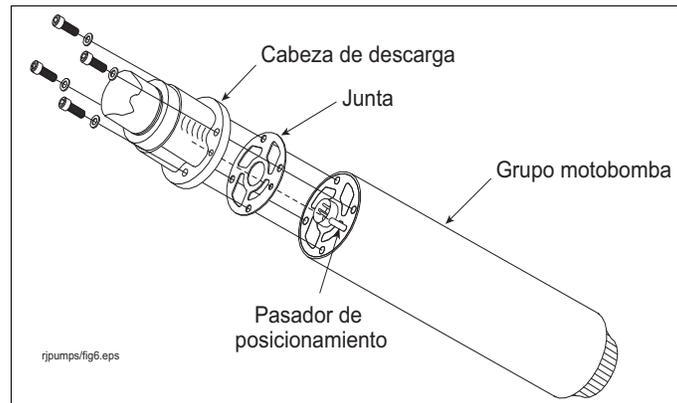

Figura 27. Junta y pernos del grupo motobomba
6. Para retirar el grupo motobomba antiguo, quite los cuatro pernos que sujetan la cabeza de descarga, tal y como se muestra en la Figura 27. Deseche la junta y los afianzadores antiguos.
6. Para retirar el grupo motobomba, quite los cuatro pernos que sujetan la cabeza de descarga, tal y como se muestra en la Figura 27 en la página 34. Deseche la junta y los afianzadores antiguos.